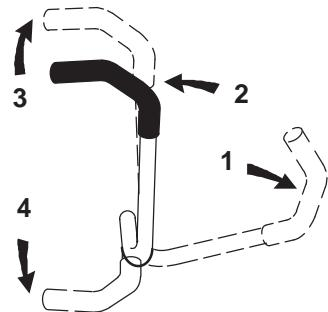

Figure 23
3. Pour vous déplacer en marche avant, poussez doucement les leviers de commande de déplacement vers l'avant (Fig. 23).
Pour vous déplacer en ligne droite, appliquez une pression égale sur les deux leviers de déplacement (Fig. 23).
Pour tourner, relâchez le levier de commande correspondant à la direction que vous voulez prendre (Fig. 23).
2. Pour vous déplacer en marche arrière, tirez doucement les leviers en arrière (Fig. 23).